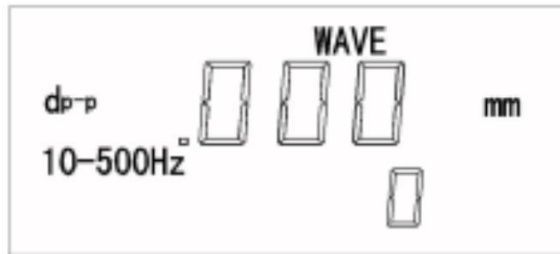

图 3-6
3.按 A.V.D 键调整直到变为测量位移方式，见图 3-6；